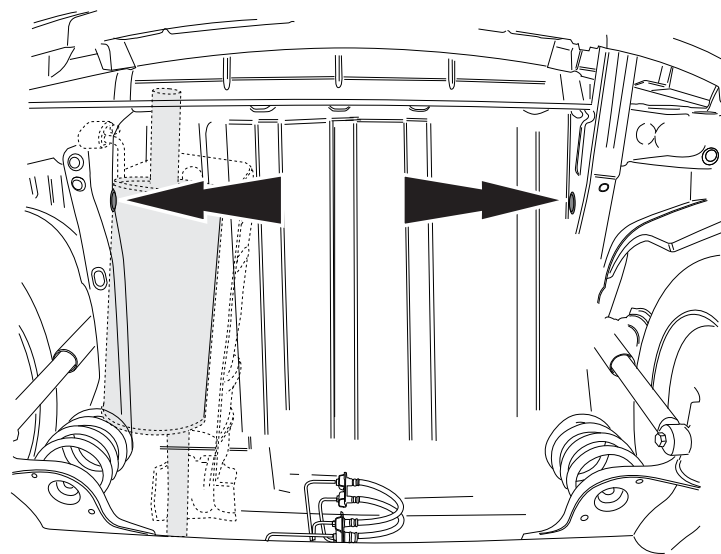

Fig. 3
6. Verwijder t.p.v. de aangegeven punten de rubberen doppen (zie fig. 3).
7. Remove the rubber caps at the points indicated (see fig. 3).
6. Bei den angegebenen Punkten die Gummikappen entfernen (siehe Abb. 3).